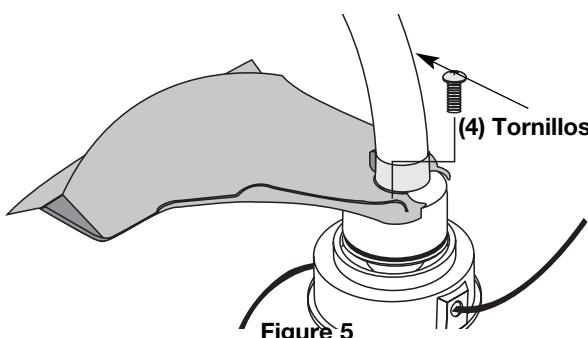

Figure 5
- Instale los cuatro (4) tornillos con un destornillador en cruz (Fig. 5).